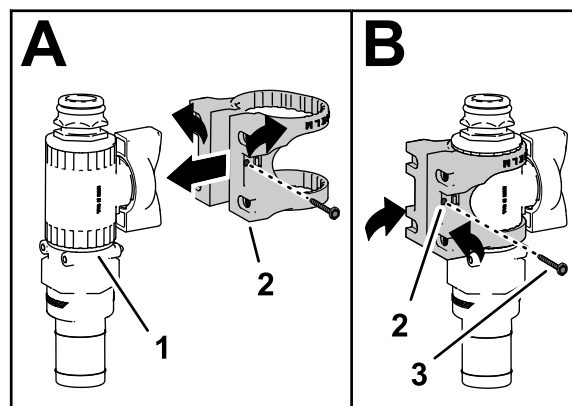

Figure 27
5. Assemblez le support de vanne sur la vanne de commande, comme montré à la Figure 27.
6. Fixez le support de montage sur la vanne de commande à l'aide d'une vis à embase (n° 6), puis serrez la vis à la main (B de Figure 27).